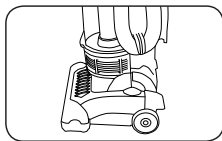

Fig. 2
2. Posición vertical: para el almacenamiento o al utilizar las herramientas de limpieza (Fig. 2). En esta posición, el mango queda bloqueado.